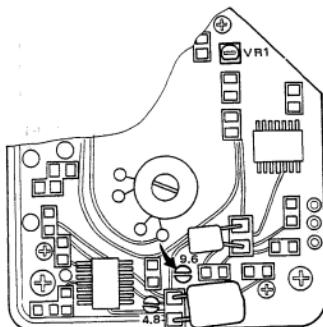

Fig. 4-10
**CAUTION:** After replacement of the castan motor assembly, be sure to short-circuit (by soldering) the points on the assembly shown by the arrow in Fig. 4-10. Otherwise, correct tape speed adjustments are not ensured.
- Play the middle portion of the test tape, and adjust semi-fixed resistor VR1 on the capstan motor assembly (Fig. 4-10) until the counter reads 3000 Hz  $\pm$  5 Hz.
スタン・モーター ASS'Yの基板上、図4-10の矢印で示した場所を半田ショートして下さい。この場所がショートされていないと正常なテープ・スピードが得られません。
- テープ・モーターの中間部を再生させて、テープ速度が 3000Hz  $\pm$  5Hz になる様にキャブスタン・モーターASS'Yの半固定抵抗 VR1 (図4-10)を調整する。